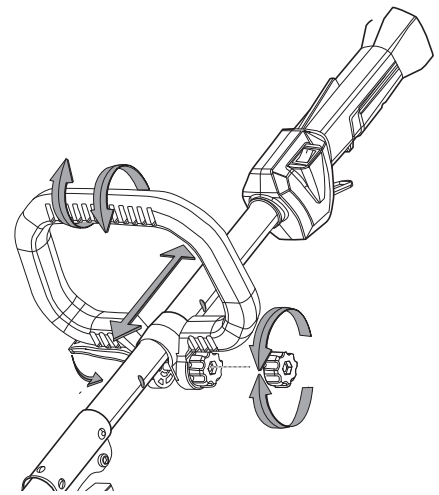

Fig. 2
1. Para aflojarla, mueva la palanca hacia abajo y gire el tornillo en sentido contrario a las agujas del reloj (Fig. 2).